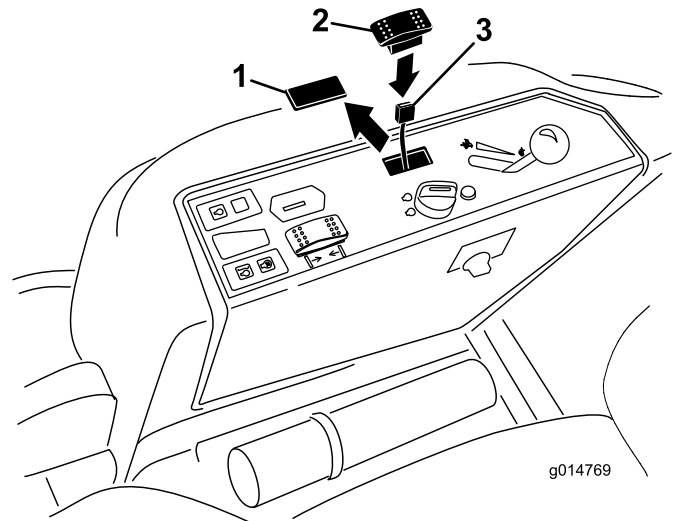

Figura 3
1. Remova o tampão do painel de controle para expor o furo de montagem do interruptor (Figura 3).
2. Introduza o interruptor no furo do painel de controle (Figura 3). Posicione o interruptor de forma a que fique pressionado para a frente.